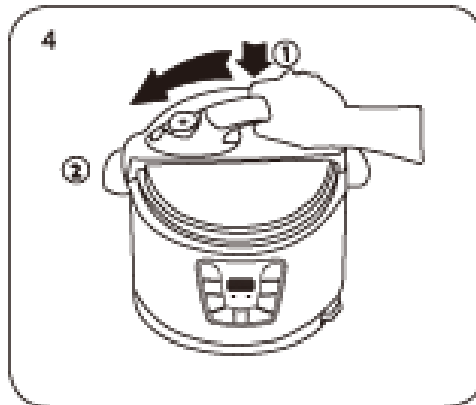

Figura 4
2. Tampe a panela e gire a alça no sentido anti-horário até o limite do equipamento. As válvulas de travamento e de controle de pressão estarão alinhadas a alça do aparelho. (como mostrado na figura 4).